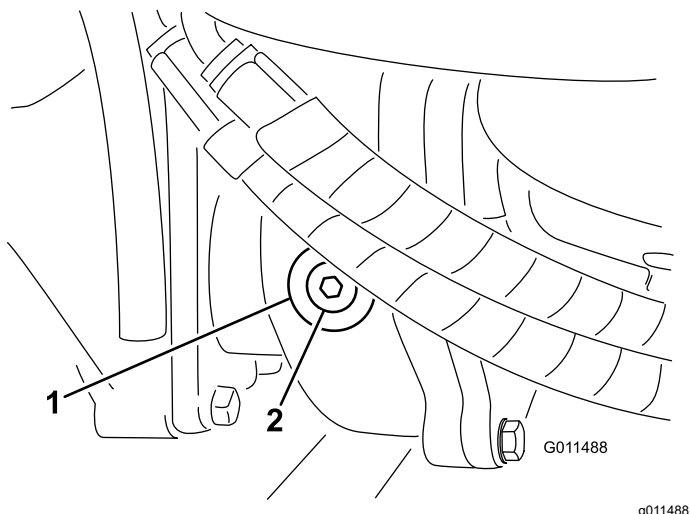

Bild 74
2. Entfernen Sie die Prüf-/Füllschraube an der linken Getriebeseite und stellen sicher, dass das Öl die Unterseite des Lochs erreicht (**Bild 74**).